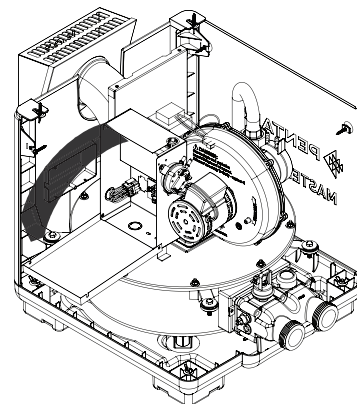

Figura 29.
3. Abra la tapa de la caja de control (ver Figura 29).